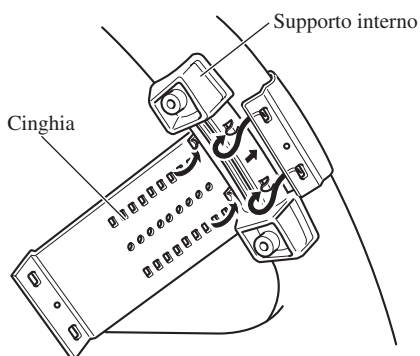

Fig. 7
1. Assicurare il supporto interno alla circonferenza interna del volante con la cinghia. (Fig. 7)